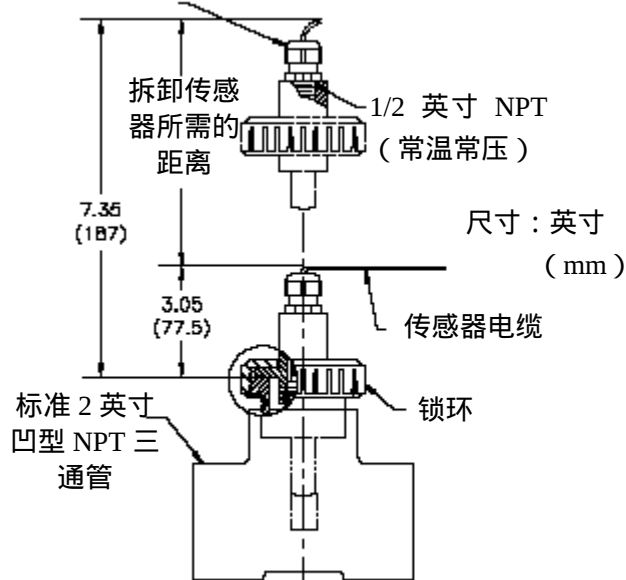

图 2-2 三通管安装说明
2. GLI 活接头安装适配器上的特殊螺纹套管与三通管 (或对焊管或管鞍) 的连接应采用聚四氟乙烯胶防漏。(管封材料聚四氟乙烯，Locktite 59321，或其它同样功能的材料，在较高溶液温度下可能不能提供足够的密封效果)。图 2-2 和 2-3 分别详细说明了三通管和法兰安装。